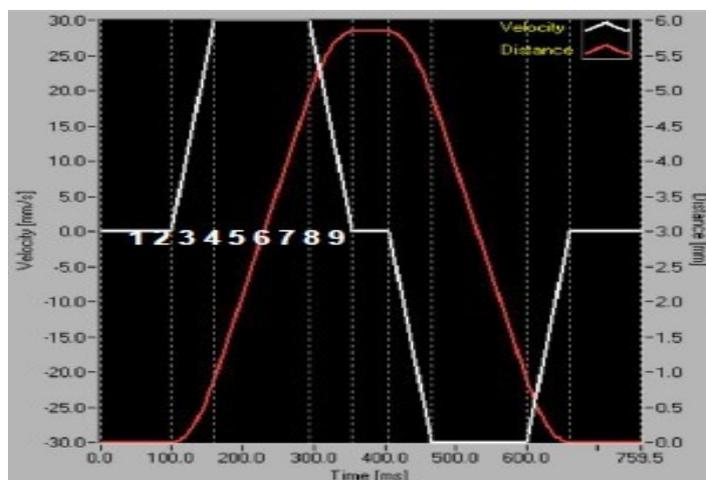

Figura 16. Fases de um perfil de atuação (simétrico).
d) Note uma representação gráfica de um perfil de atuação que inclui as diversas fases do perfil, conforme Figura 16. As curvas brancas e vermelhas mostram como a velocidade e a posição do ponto de atuação variam durante os cursos de atuação e retorno de um perfil de atuação, conforme legenda da Tabela 3. O software Viota suporta perfis de atuação simétricos e assimétricos para simulação precisa de atuação manual. Perfis simétricos têm os mesmos valores de velocidade e aceleração do curso de retorno que o curso de atuação (*AS Velocity = RS Velocity; AS Accel = RS Accel*).